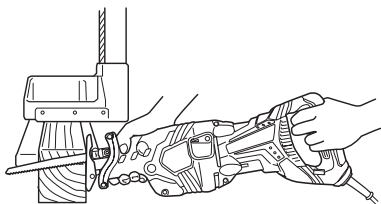

Fig. 23
- (1) Lors de la coupe de bois, s'assurer que la pièce est solidement fixée avant de commencer. (Fig. 23)